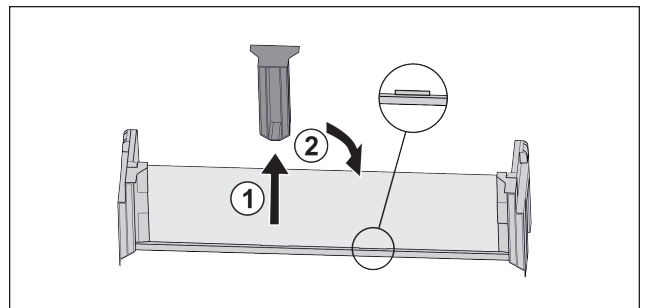

Fig. 19
► Mittleres Halteteil abziehen Fig. 19 (1).
- ▶ Mittleres Halteteil auf zweiter Position einsetzen *Fig. 19 (2)*.